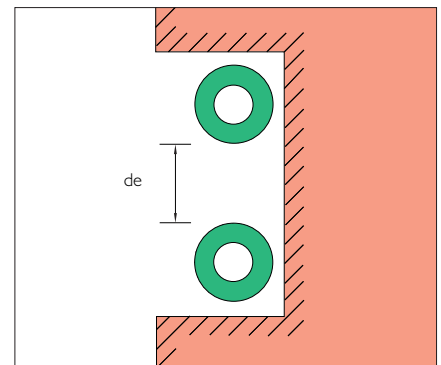

Figura 3
- a) Aumento da altura da canaleta que torne possível a separação das tubulações de água quente e fria (figura 3).
- b) Separação das tubulações a uma distância igual ao diâmetro do tubo embutido (figura 3).